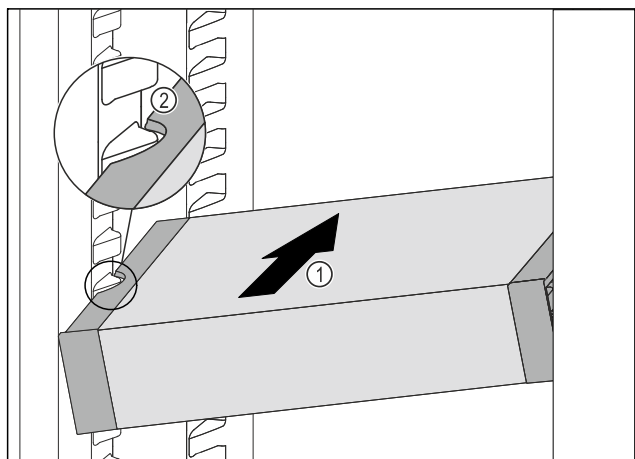

Fig. 83
- ▶ Skyv VarioSafe skrått inn i kjøleskapsdelen Fig. 83 (1), til utsparingene på sidene av Fig. 83 (2) VarioSafeser på nivå med rillene i kjøleskapet.